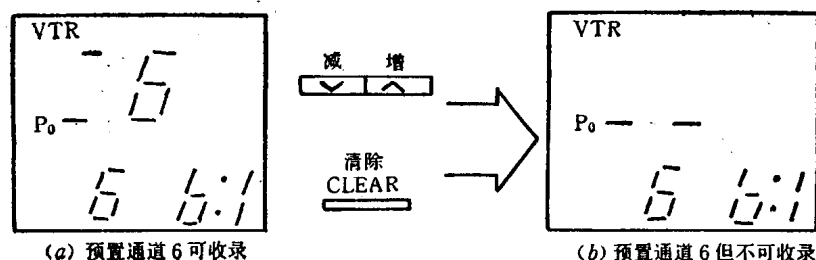

图 1-1-10 清除记录预置通道
(3) 确认调定的频道所在的预选通道与允许录像的监看通道数一样,即多功能显示屏上 VTR 右下方的数与 P₀ 右下方的数一样。
(4) 消去不需要记录的预选通道。由于录像机的预选通道较多,而每个城市的可接收频道远小于可调数,故为了选录的方便可以将不需要调谐记录的预选通道消去,跳过这些搜索调整,故可用清除键消去这些数字。如图 1-1-10 所示的(a),为调谐在第 6 预选通道,但不想记录,则可按一次清除键,就会使 VTR 下面的数字消去,这样即使再预选在第 6 预选通道也不能做录像操作。如果想恢复第 6 预选通道录像可再按一次此键,仍可回到(a)状态。